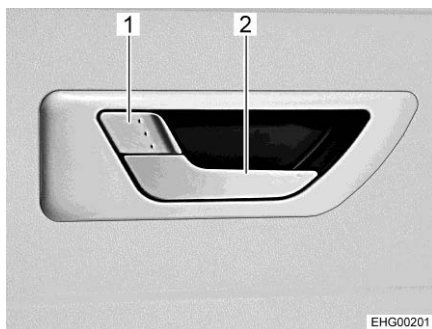

Fig. 48 Serratura della porta di ingresso
- Quando la serratura della porta è bloccata: Tirare la maniglia della porta lunga (Fig. 48,2). La porta è sbloccata e aperta.
- Con la porta chiusa, spingere la maniglia della porta corta (Fig. 48,1).